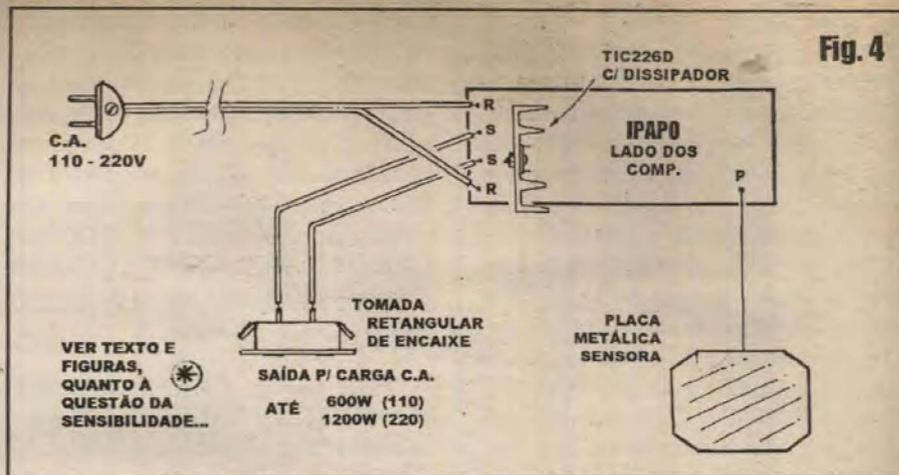

Fig. 4
**- FIG. 4 - CONEXÕES EXTERNAS À PLACA - DIAGRAMA BÁSICO DE INSTALAÇÃO/USO** - A placa do IPAPO ainda é vista pela sua face não cobreada (só que agora nosso foco de interesse se concentra nas conexões externas, razão pela qual as peças posicionadas sobre o impresso não são mais detalhadas...), com as ligações exteriores claramente mostradas. Aos pontos R-R devem ser ligados os cabos do rabicho, formado por fios isolados não muito finos (em calibre condizente com as potências ou correntes a serem controladas...). A saída de potência (tomada para a carga...) é recolhida nos pontos S-S, devendo tais conexões também serem feitas com cabo isolado de bom calibre... Ao ponto P deve ser ligado a peça, superfície, placa ou objeto metálico a ser